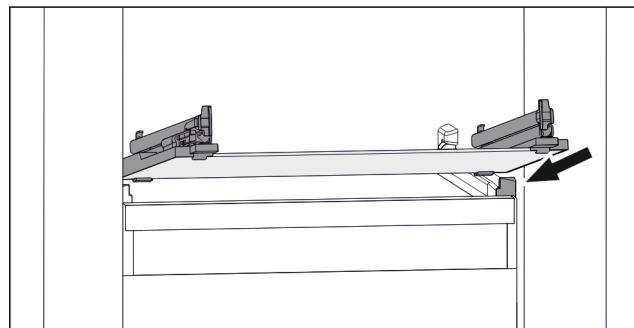

Fig. 130 Приближене відображення скляної пластини
- Встановити скляну пластину за стопорами навскоси. (див. Fig. 130)